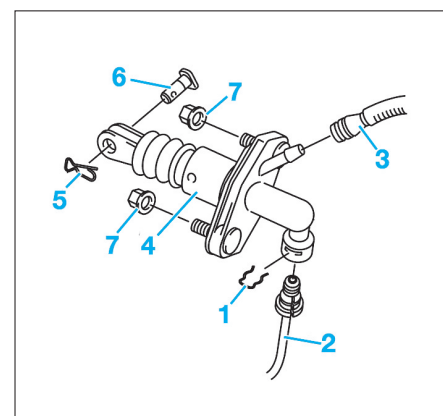

FIG. 7
• Déposer l'agrafe (1) et déposer la canalisation (2) (Fig.7).
• Puis séparer la durite de réservoir (3) de l'ensemble cylindre émetteur (4).
• Déposer la goupille (5) de l'entretoise (6) de la pédale d'embrayage.
• Déposer les deux écrous (7) de fixation du cylindre émetteur.